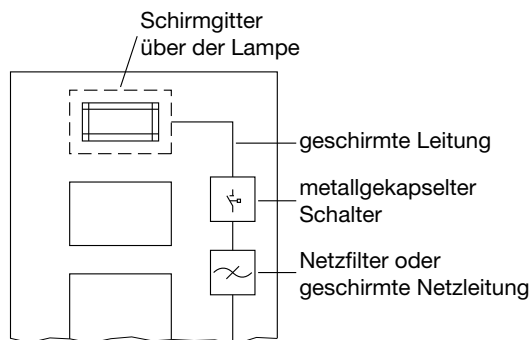

Abb. 4: Maßnahmen zur Entstörung von Leuchtstofflampen im Schrank
- Vermeiden Sie den Einsatz von Leuchtstofflampen, weil diese Lampen Störfelder erzeugen. Wenn auf Leuchtstofflampen nicht verzichtet werden kann, sind die in Abb. 4 gezeigten Maßnahmen zu treffen.